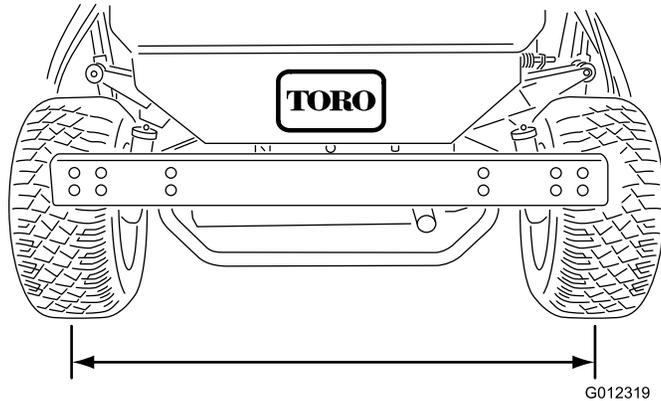

Bild 35
1. Messen Sie den Abstand vorne und hinten an den Lenkreifen Mitte-zu-Mitte (auf Achshöhe). Bild 35